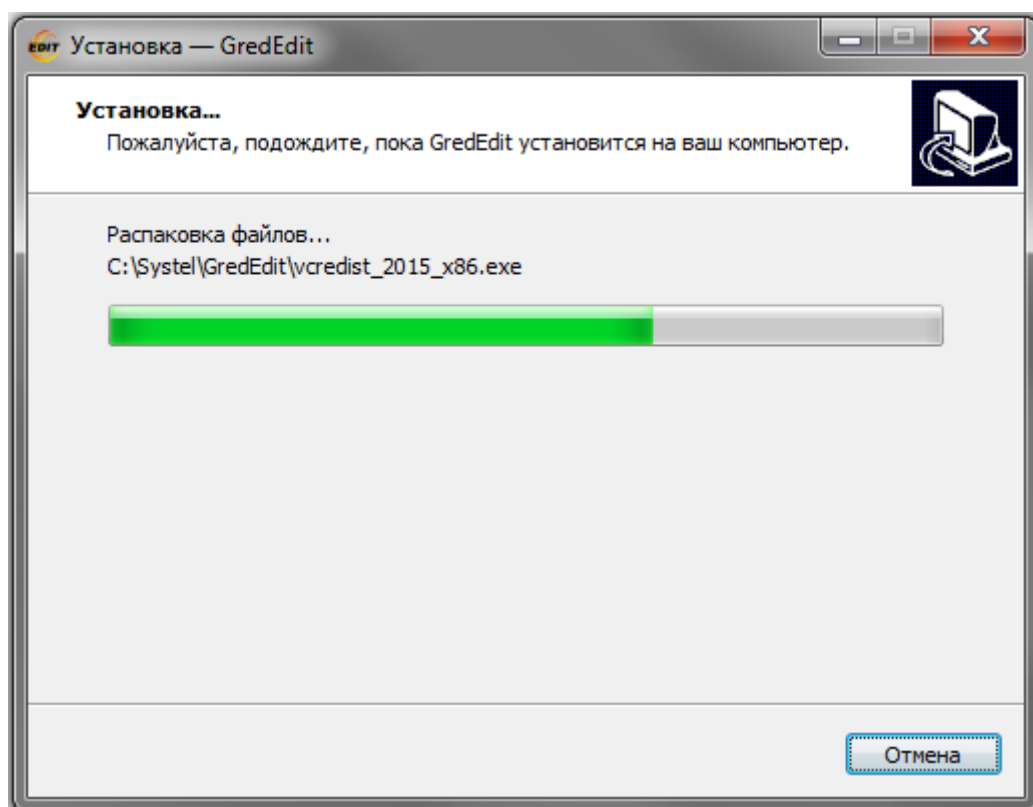

Рисунок 3.9 – Окно «Установка...»
8. После нажатия кнопки **«Установить»** появляется окно **«Установка...»**, в котором отображается процесс распаковки и установки файлов на системный диск (Рисунок 3.9).